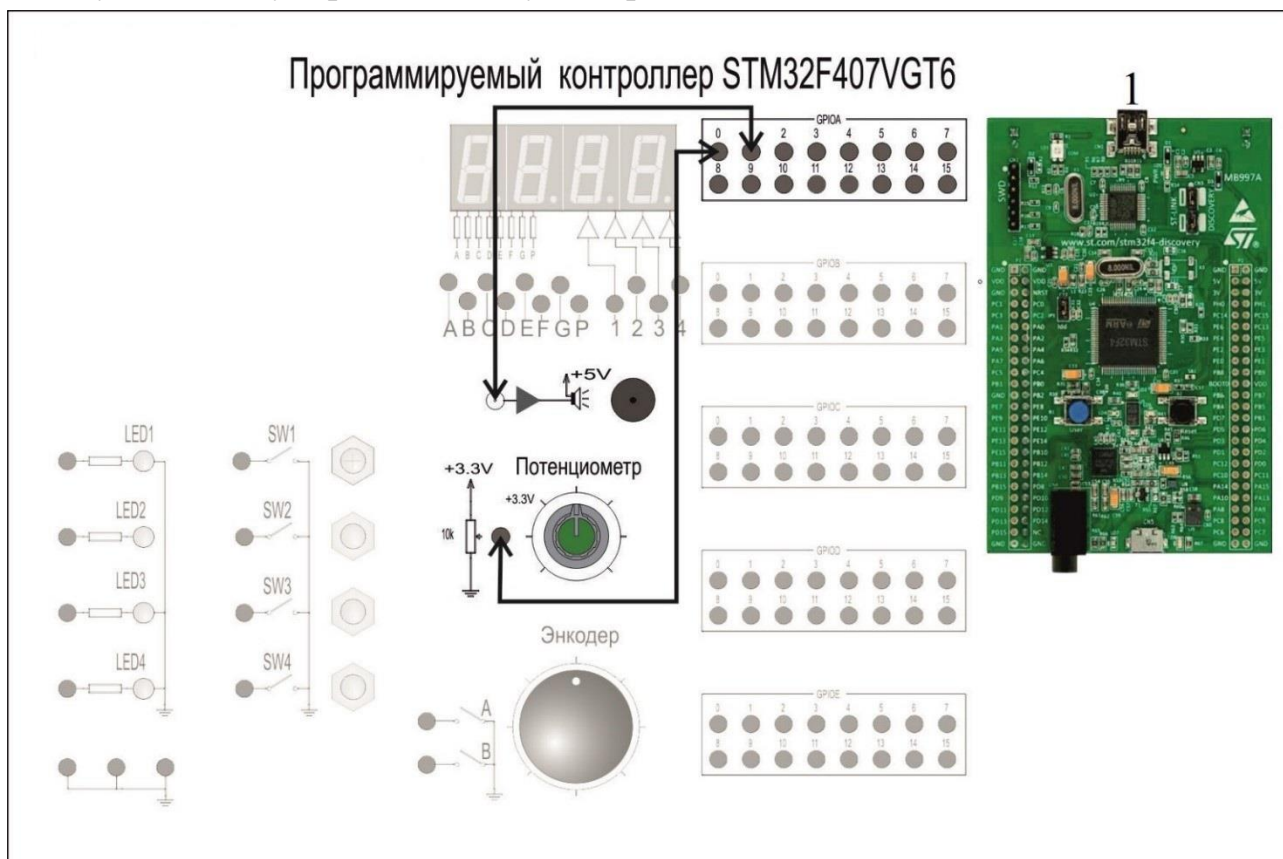

Рисунок 51. Схема электрических соединений
2. Изучите схему, представленную на рис. 51.